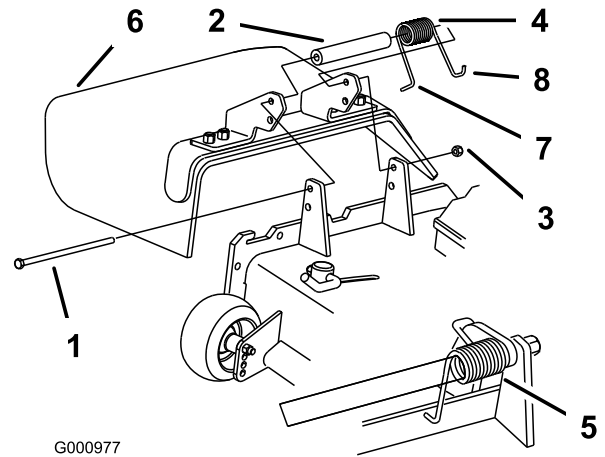

Figura 36
1. Retire la contratuerca, el perno, el muelle y el espaciador que sujetan el deflector a los soportes de pivote (Figura 36). Retire el deflector de hierba dañado o desgastado.
Nota: Asegúrese de colocar el extremo en **L** del muelle detrás del reborde de la carcasa antes de instalar el perno, según se muestra en Figura 36.
3. Instale el perno y la tuerca Coloque el extremo en **J** del muelle alrededor del deflector de hierba (Figura 36).